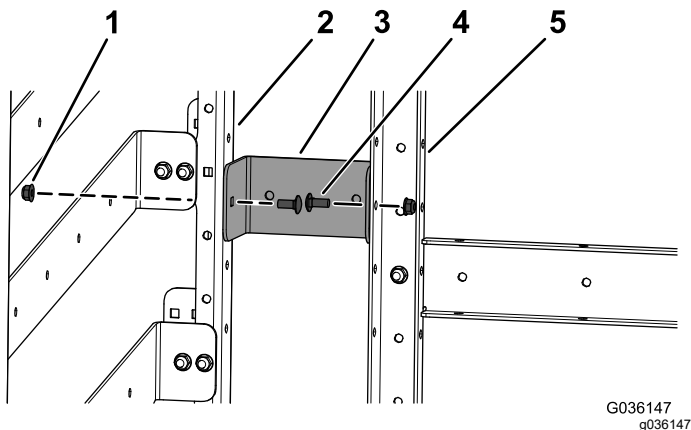
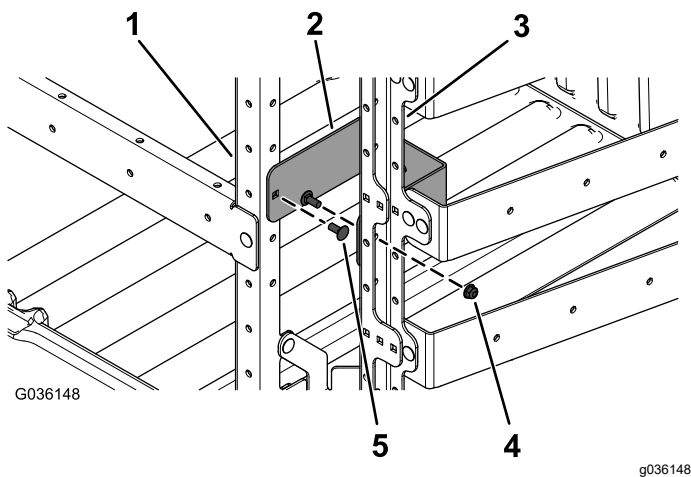

Bild 10
Bild 11
9. Befestigen Sie die Befestigung für den Feuerlöscher **oder** die abgewinkelte Halterung mit zwei Schlossschrauben (5/16" x 3/4") und zwei Bundmuttern (5/16") an der aufrechten Rahmenhalterung an der Seite und der aufrechten Rahmenhalterung vorne, wie in Bild 10 oder Bild 11 abgebildet.